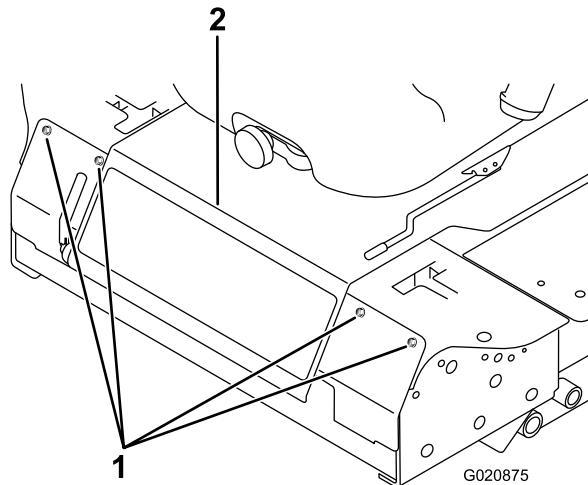

Figura 68
3. Afloje los pernos del panel delantero y retire el panel (Figura 68).